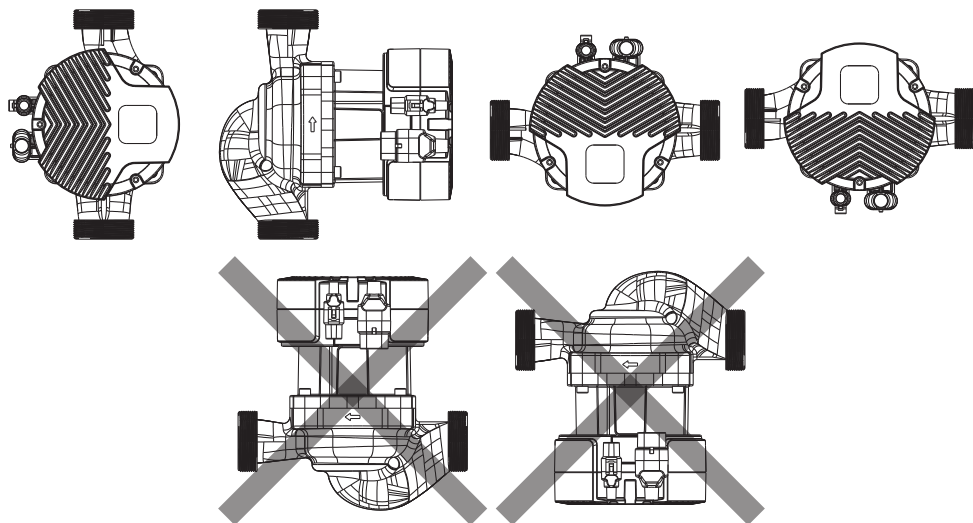

Рис.5 Правильная и неправильная установка насоса
- До монтажа насоса в систему необходимо удостовериться, что положение блока управления насоса после его установки будет правильным. Правильное расположение показано на **Рис.5**.
Возможна ситуация, когда при расположении насоса в соответствии с направлением движения теплоносителя в системе отопления, положение блока управления окажется неправильным, см. **Рис.5**. В такой ситуации необходимо развернуть статор насоса вместе с блоком управления, чтобы он оказался в правильном положении.